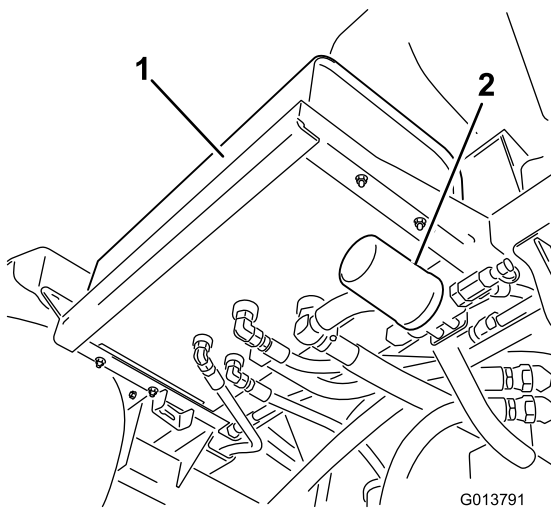
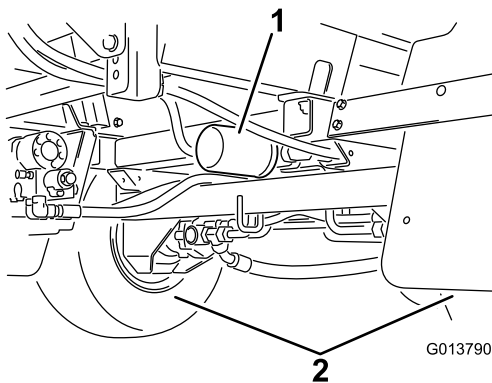

Figure 100
Figure 101
- Localisez les 2 filtres hydrauliques sur la machine (Figure 100 et Figure 101).